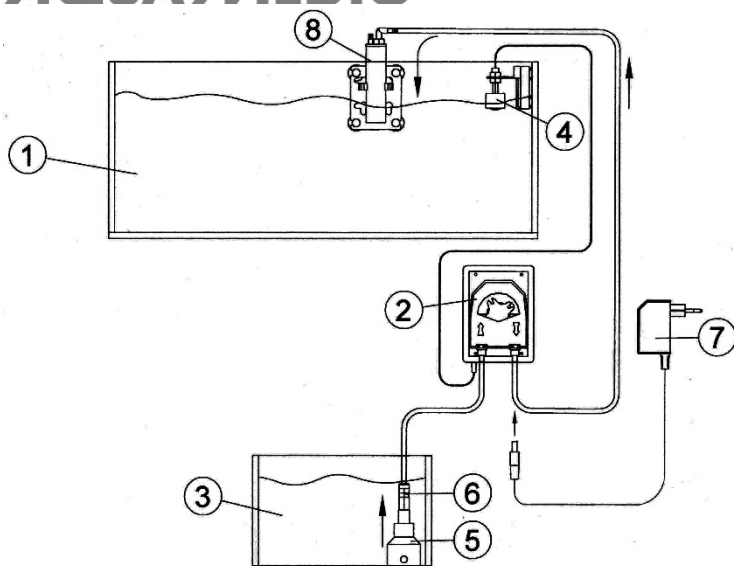

Fig. 1: Metodo d'installazione per il dosaggio da una vasca dispensatrice
- La pompa è ad autoadescamento e dovrebbe essere installata sopra il livello dell'acqua della vasca di riserva (vedere fig 1).
- L'uscita deve essere sempre posizionata sopra l'acquario o sump. Se la pompa si ferma con l'asse di azionamento in posizione orizzontale la pompa non fungerà da valvola antiriflusso. Il vuoto d'aria tra il tubo d'uscita e l'acqua impedisce all'acqua dell'acquario di essere aspirata indietro nella vasca di riserva (vedere fig 1).
- La valvola antiriflusso (6) deve essere posizionata nell'impianto di aspirazione (5 della pompa) per impedire al tubo in pressione di svuotarsi e garantire il dosaggio di uno stesso volume di liquido ad ogni ciclo operativo (vedere fig 1).